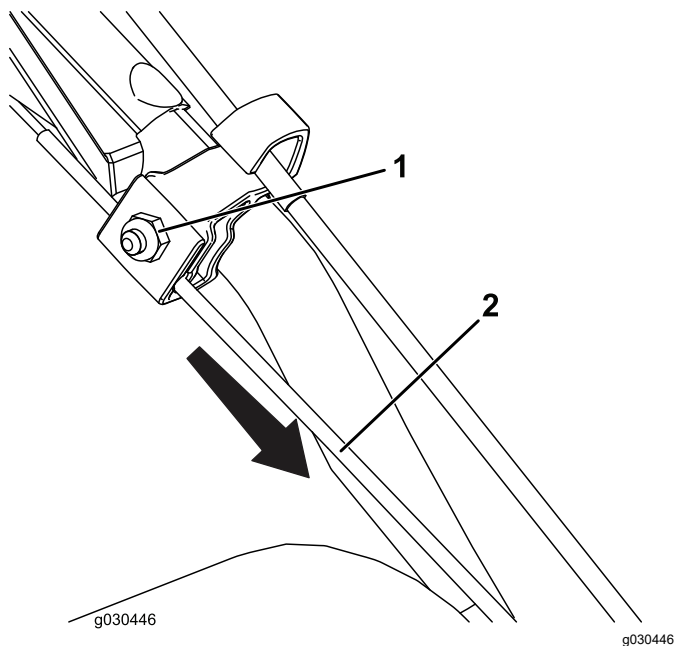

Figura 27
1. Slăbești piulia de pe clema de cablu superioară, însă nu o înlăturezi (Figura 27).
2. Trageți cablul în jos pentru a tensiona cablul (Figura 27).
3. Strângeți piulia (Figura 27).